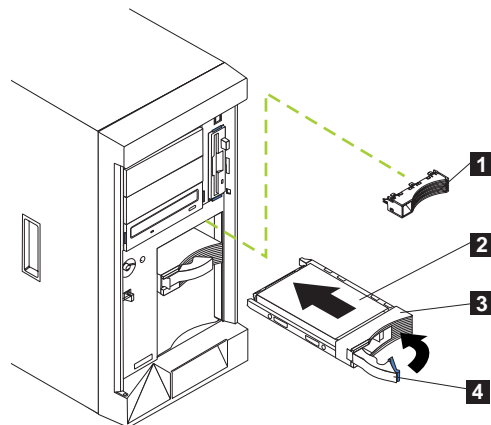
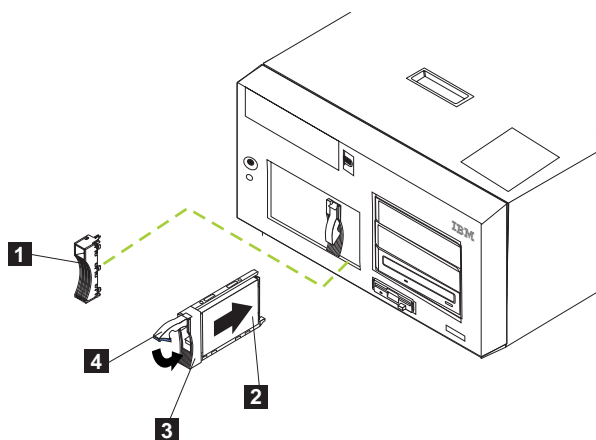

Figura 57. Substituindo uma unidade de disco rígido em um compartimento de unidade de troca a quente (Modelo 25T)
Figura 58. Substituindo uma unidade de disco rígido em um compartimento de unidade de troca a quente (Modelo 25T com o recurso de conversão de montagem do rack)
5. Instale a unidade de disco rígido de troca a quente de substituição no compartimento da unidade de troca a quente (consulte a Figura 57 e a Figura 58):